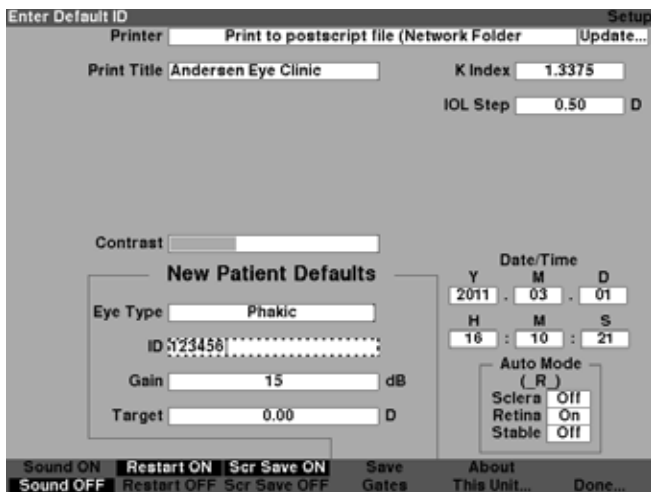

Figura 5-48 Inserção da ID padrão
- Inserir a ID padrão dentro do campo de ID padrão conforme mostrado na Figura 5-48.